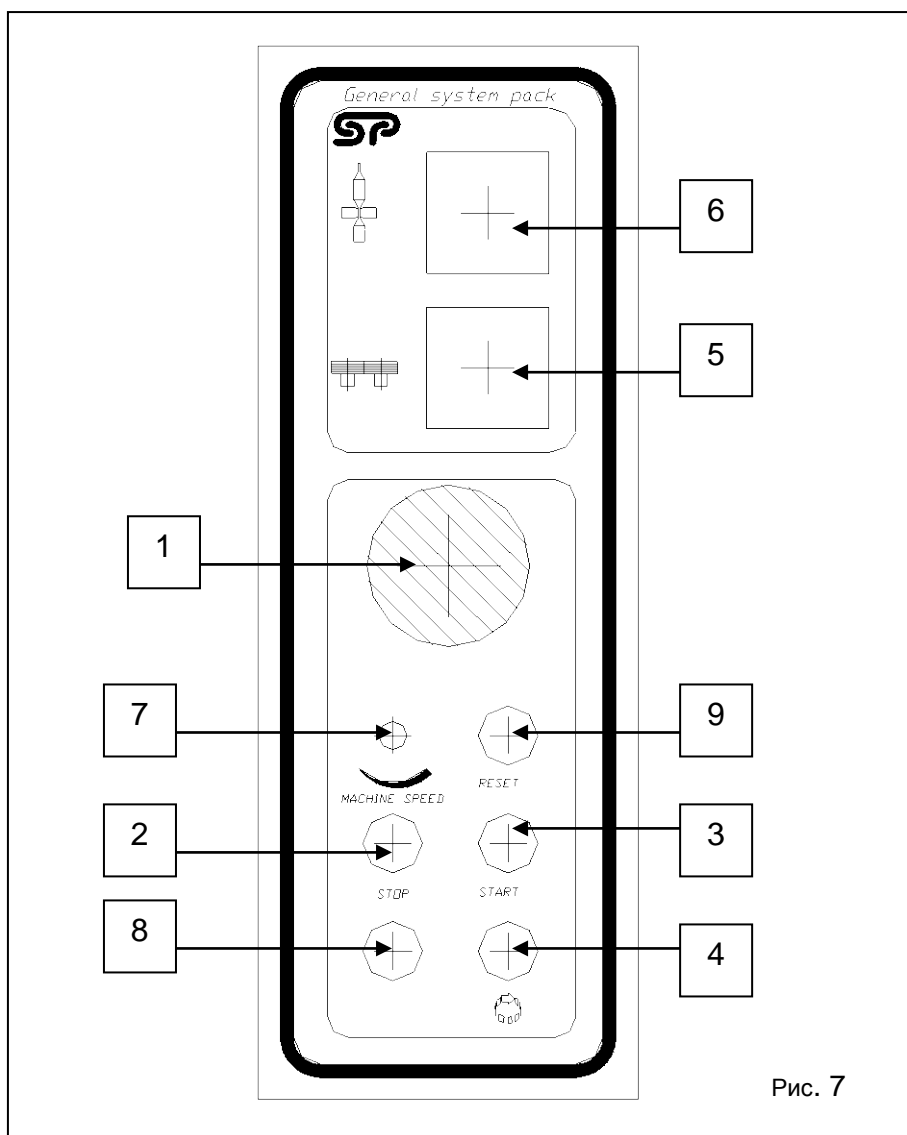
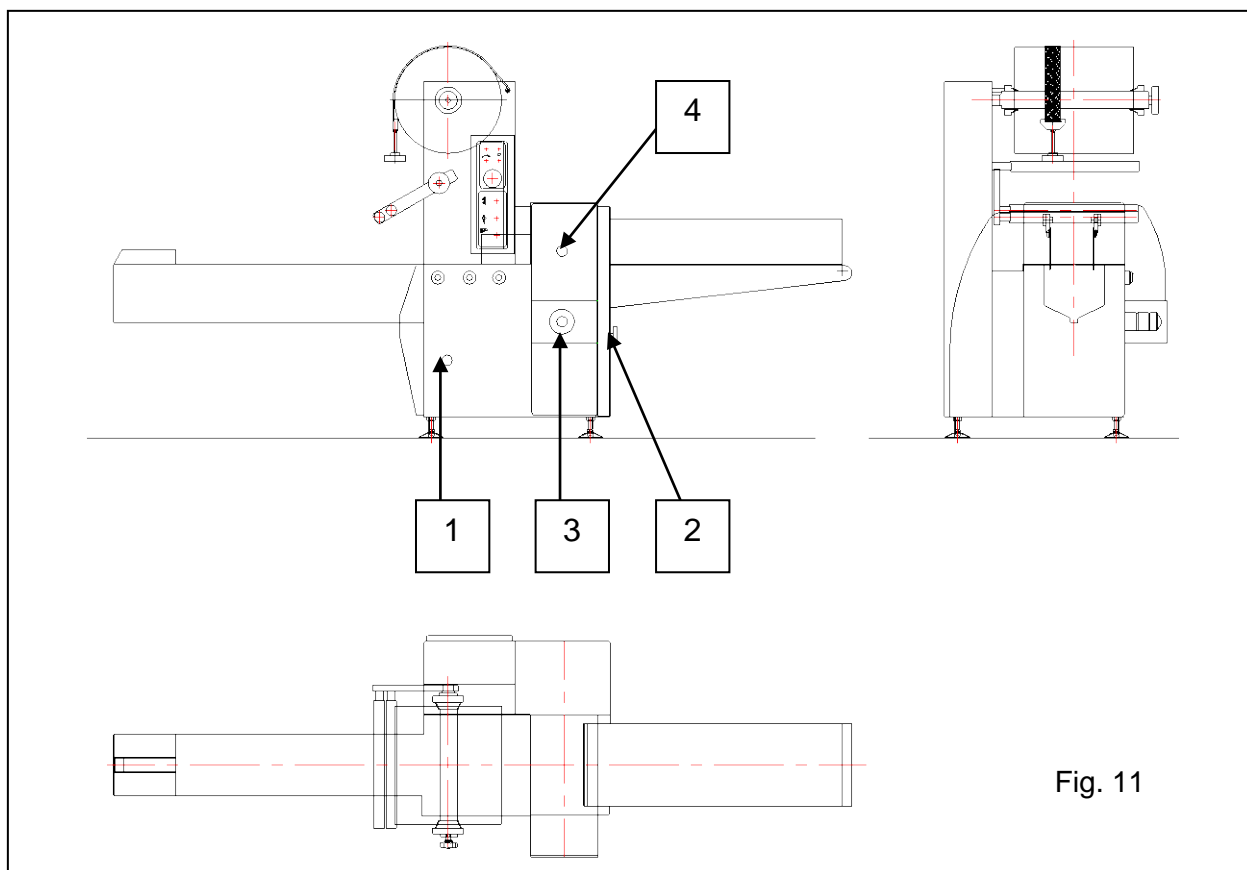

Рис. 7
Fig. 11
- На передней части панели управления (рис. 7):
Настройка длины упаковки и замедления (Рис. 11)
Нажмите кнопку пуска (3 Рис. 7) для низкой скорости и настройте регулирующее колесо (1 Рис. 11), как требуется для увеличения или уменьшения упаковки, как указано на пластинке, прикреплённой над регулирующим колесом.
После настройки необходимой длины упаковки, настройте скорость обжимного устройства, используя регулирующее колесо (2 Рис. 11).
Примечание: Скорость обжимного устройства во время фазы отрезания должна быть, такой же, как и скорость плёнки. Если скорость обжимного устройства выше, чем скорость плёнки, плёнка будет рваться; в этом случае необходимо снизить скорость обжимного устройства при помощи вращения рычага (2 Рис. 11), как показано на ярлыке рядом с регулирующим колесом. Если скорость обжимного устройства ниже, чем скорость плёнки, плёнка будет скапливаться; в этом случае необходимо увеличить скорость обжимного устройства.
Термостаты (5 and 6 Fig. 7) показывают температуру обжимных захватов и тонких колёс. Температура должна устанавливаться вручную для каждого запаивающего устройства, в соответствии с требованиями к обёрточным материалам и скорости при помощи кнопок самих термостатов.
- Используйте регулирующее колесо (4 Рис. 11), чтобы установить обжимное устройство в горизонтальное положение при помощи вращения этого колеса в противоположном направлении направлению движения продукта.
- Поворачивайте регулирующее колесо (4 Рис. 11) до тех пор пока не услышит металлический щелчок
Ослабьте круглую гайку (1 Рис. 12 или 3 Рис. 11) и вручную поворачивайте круглую гайку (2 Fig. 12), чтобы продвинуть вперёд или переместить назад режущее положение обжимного захвата.
После нажатия пусковой кнопки (3 Рис. 7), используйте регулирующее колесо (1 Рис. 11) для выбора длины желаемой упаковки.